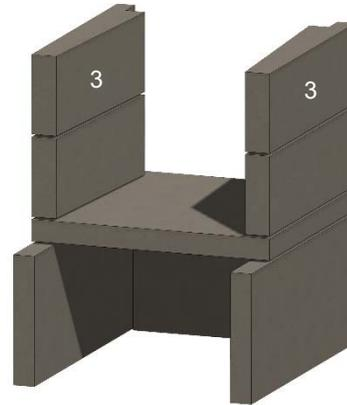

Figura 12. Paredes laterales centrales
F. Instale las paredes laterales centrales (3), asegurándose de que estén niveladas y a escuadra. Véase la figura 12.